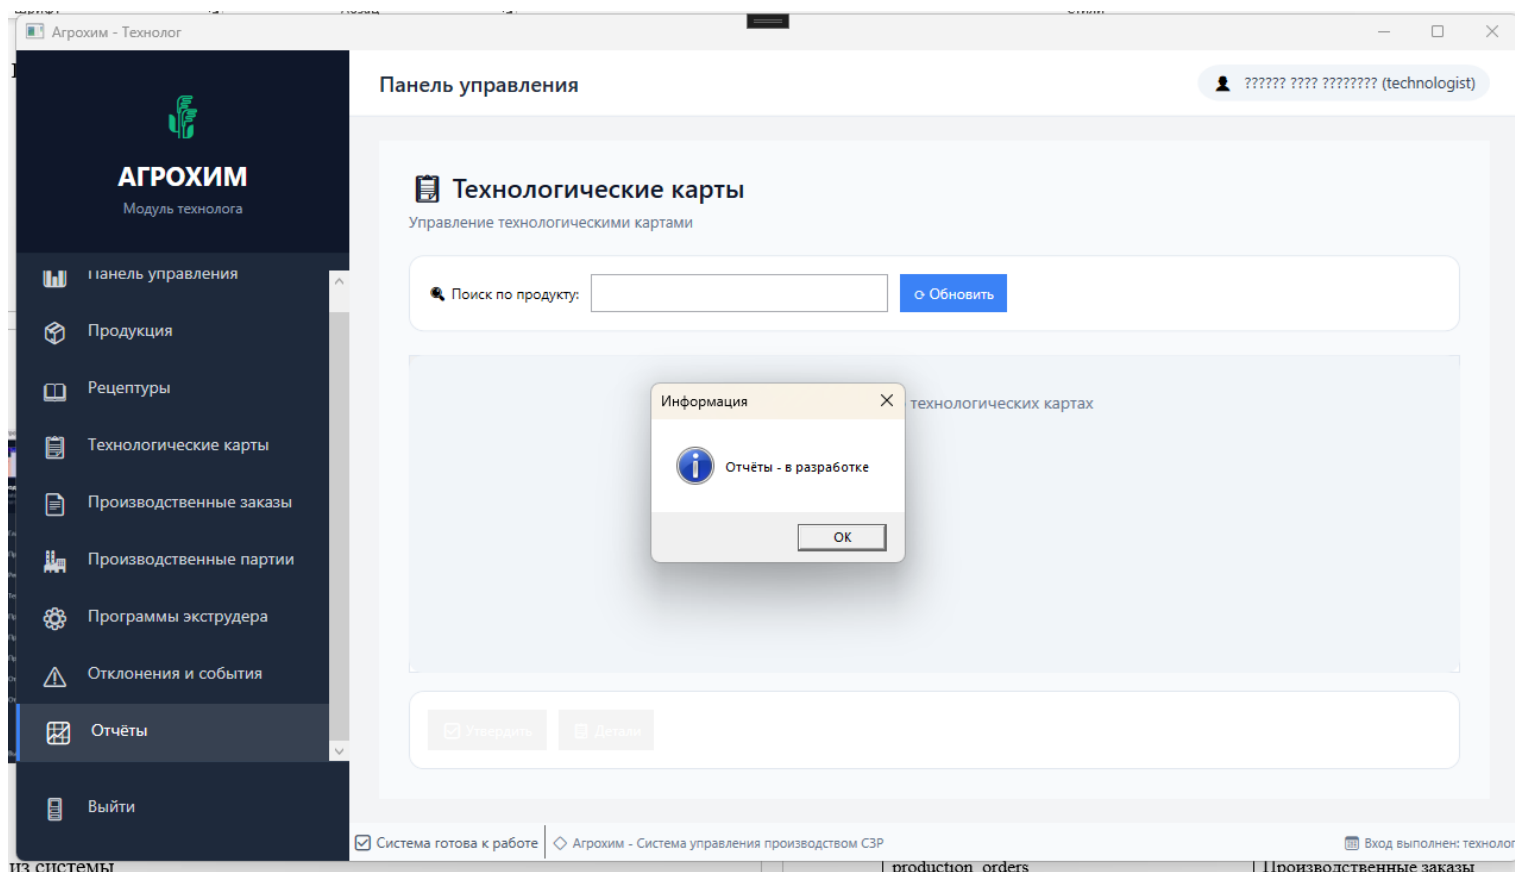

Рисунок 8 – Раздел «Отчёты» (экспорт в Excel)
4. Формирование отчётов(рис. 8)